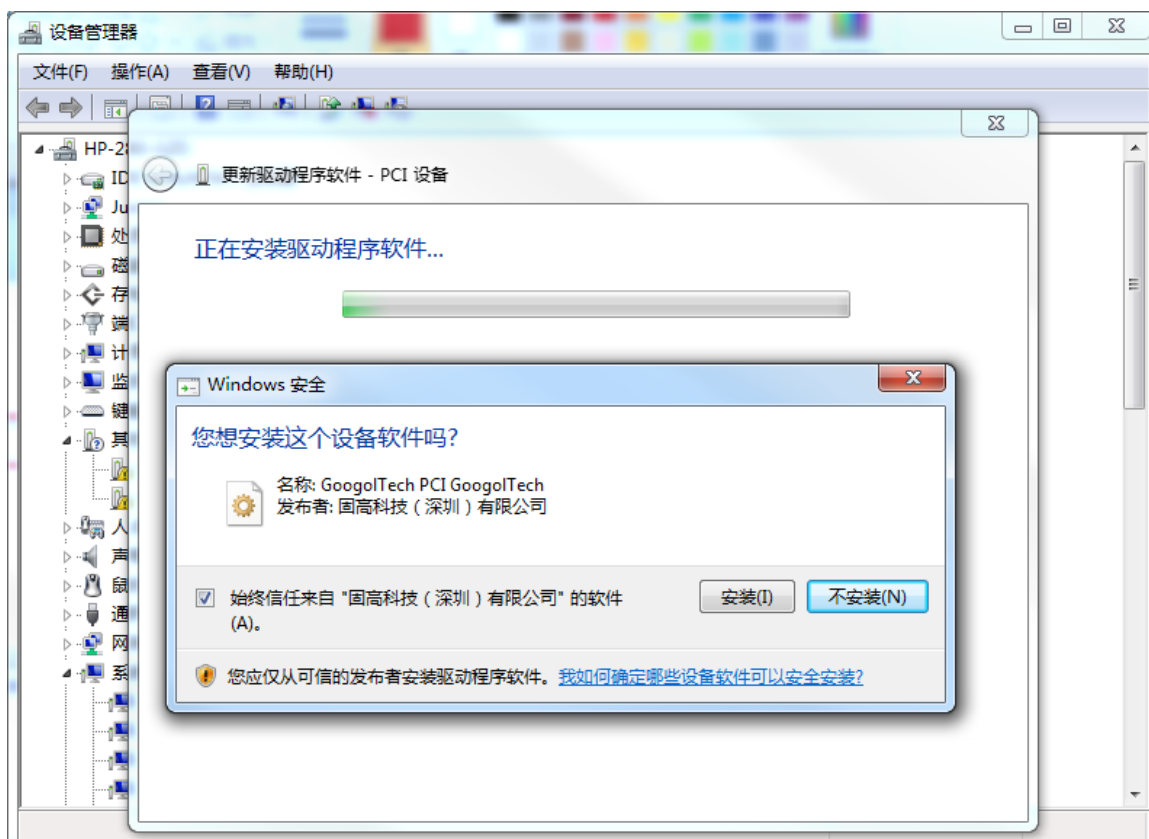

图 2-5 控制器驱动程序安装界面 5
(7) 如图 2-5 所示，勾选“始终信任来自”固高科技(深圳)有限公司的软件(A)”，点击“安装(I)”。